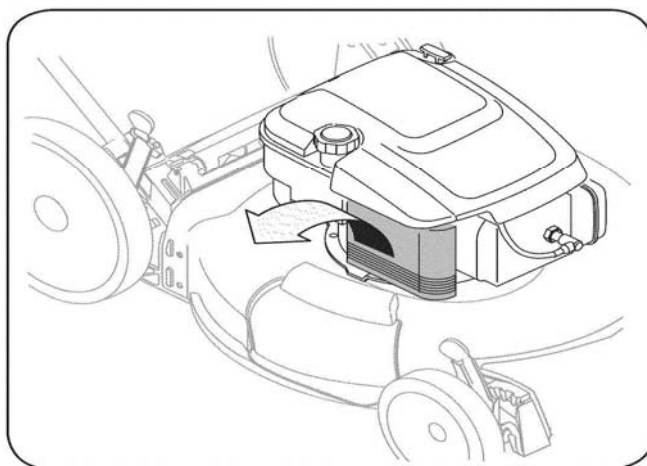

РИС. 16
1. Ослабьте винт и поверните вниз пластиковую крышку корпуса на боковой стороне двигателя (см. Рис. 16).